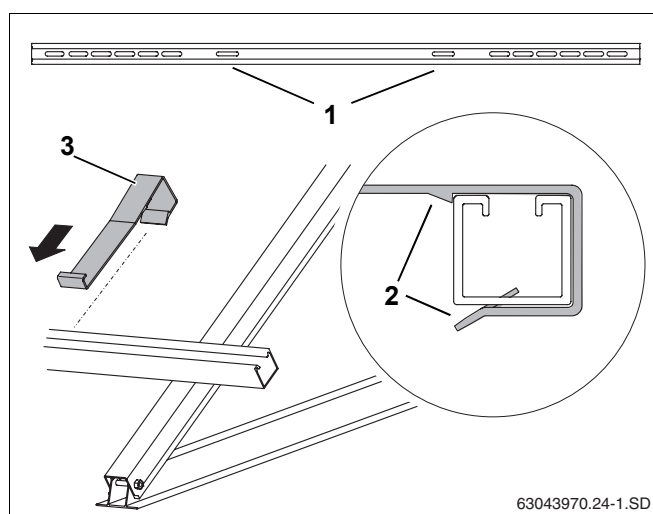

Рис. 36 Установка крепления от сползания
- Крепления от сползания (рис. 36, **поз. 3**) надеть снаружи на профильные рейки так, чтобы они вошли во внутренние продольные отверстия (рис. 36, **поз. 1**) до защелкивания (рис. 36, **поз. 2**).